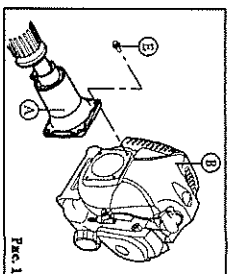

Рис. 1
**1. Установка двигателя (Рис. 1)**
- Установите двигатель (B) на корпус сцепления (A) и шпильку зафиксировав четырьмя винтами (E).